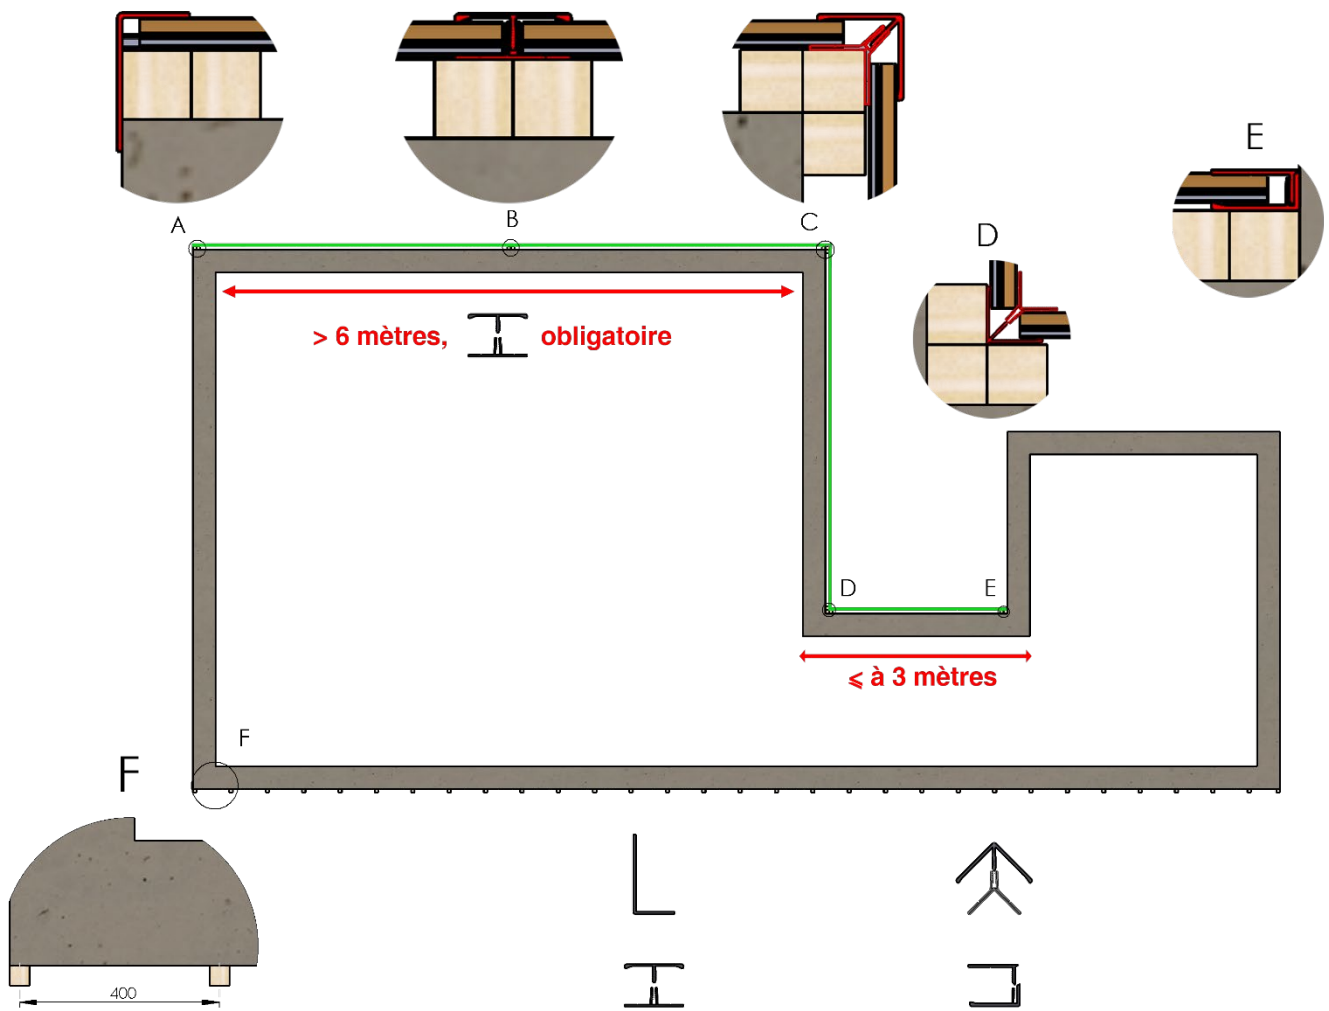

Figure 2 – Différents profils de finitions et d'assemblages
- Positionnés en partie haute avec un jeu de 25 mm entre l'extrémité des chevrons et la sous-face du toit (cf. fig. 2) pour permettre la ventilation des lames.
Pour la pose des profils de finition (H de dilatation, angles - intérieur – extérieur et U), il conviendra de prévoir un double chevron (2 chevrons côte à côte – Voir Fig. 2).